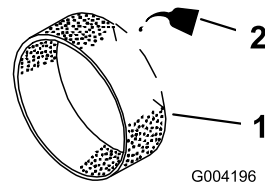

Figura 41
- Applicate da 3 a 6 cl d'olio sul prefiltro (Figura 41).